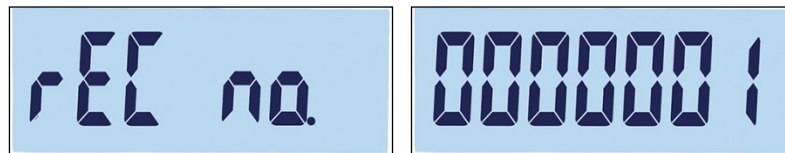

Figure 3-45 : Écrans Étiquette du numéro d'enregistrement et Réglage du numéro d'enregistrement
2. **rEC no.** apparaît brièvement, suivi de l'écran de modification du numéro d'enregistrement (Figure 3-45). Le terminal peut enregistrer jusqu'à 10 enregistrements. Par défaut, le système offre le numéro suivant disponible.